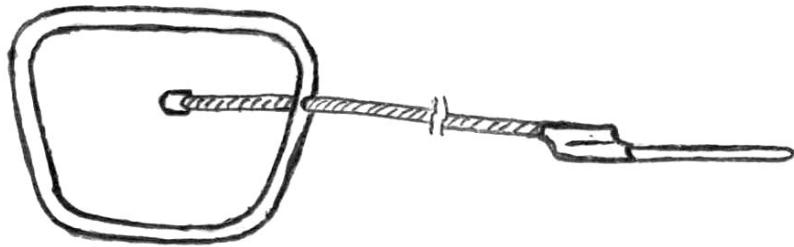

Рис. 7. Звено ручного раскрытия.
2.5.7. З в е н о р у ч н о г о р а с к р ы т и я, предназначенное для ручного раскрытия отсека запасного парашюта, состоит из троса (рис. 7), на одном конце которого установлена шпилька зачековочная, а на другом – трапециевидное металлическое вытяжное кольцо. Звено удерживается при помощи текстильной застежки в кармане левого плечевого предохранителя ранца.